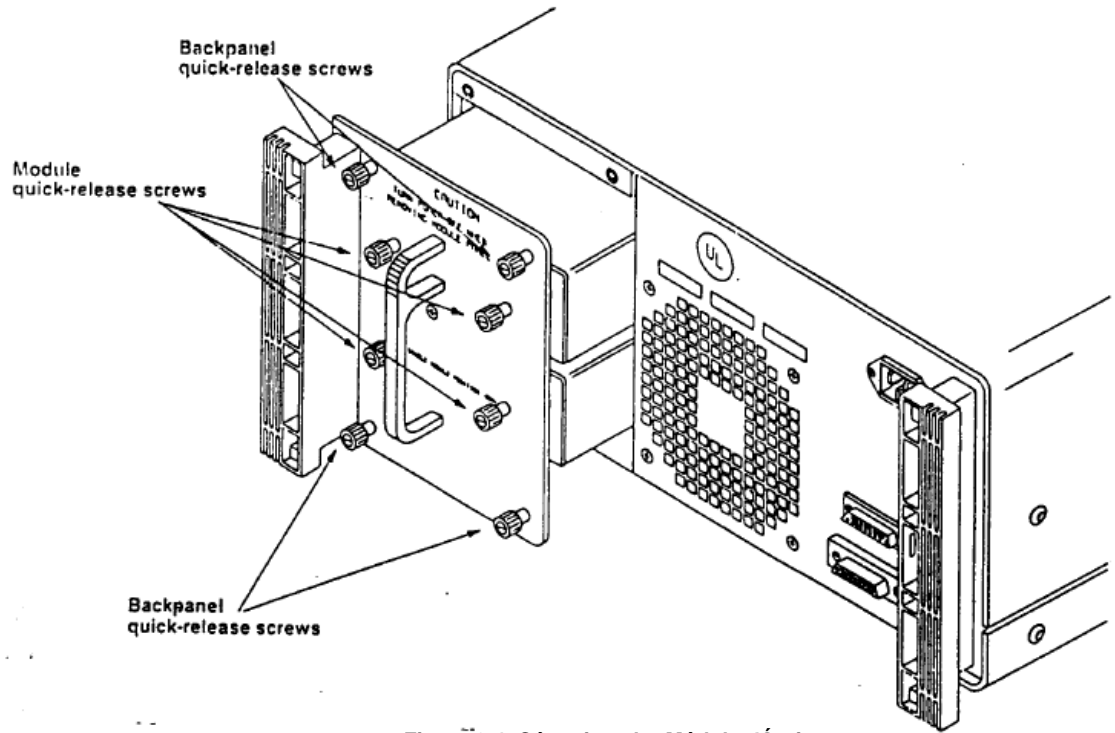

Figura 2-4. Cómo instalar Módulos Ópticos.
1. Desmonte el panel posterior de la unidad de procesamiento central del lado izquierdo, destornillando los cuatro tornillos negros de aflojamiento rápido, ubicados en cada una de las esquinas del conjunto del panel posterior (ver figura 2.4). Tire el conjunto del panel posterior hacia afuera empleando para ello la manija, desconectando las placas de apoyo de módulo y control de la placa de interconexión, el cual está adosado al interior del panel posterior.